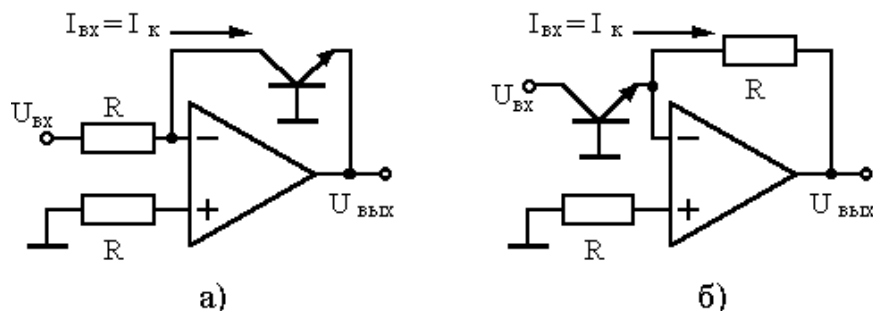

Рис. 9. Логарифмирующий (а) и потенцирующий (б) усилители.
Логарифмический усилитель (ЛУ). Для получения логарифмической зависимости $U_{ВЫХ} \sim \lg(U_{ВХ})$ в цепь ОС вводят нелинейный элемент — диод или биполярный транзистор (рис. 9,а).
Потенцирующий усилитель получается, если резистор и транзистор в цепи ОС поменять местами (рис. 9,б). Все расчеты аналогичны.
Так как ЛУ часто применяются для расширения диапазона измеряемых токов (для схемы рис. 9,а этот диапазон составляет 9 декад 10^{-9} А $< I_K < 10^{-3}$ А), в них используются ОУ с полевыми транзисторами, которые тщательно балансируют (при этом зануляется и второй член в (5)). Принимаются также меры для компенсации температурного дрейфа, поскольку в (4) температура входит явно. С помощью ЛУ можно возводить в произвольную степень и перемножать аналоговые сигналы. Точность ЛУ невелика — порядка нескольких процентов. Схемы рис. 9 работают только с однополярными сигналами.